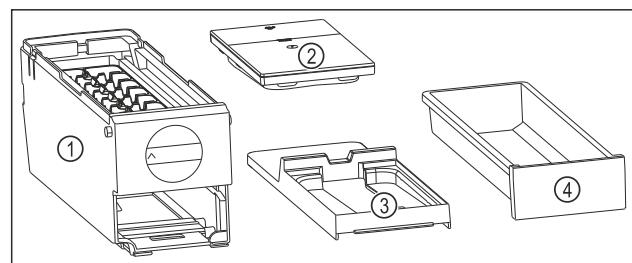

Fig. 114 Составные части EasyTwist-Ice
- EasyTwist-Ice разобран на четыре части. (см. Fig. 114)
- Разбирайте EasyTwist-Ice только на составные части, представленные на рисунке. (см. Fig. 114)
- Очищайте корпус EasyTwist-Ice Fig. 114 (1) как цельное устройство.